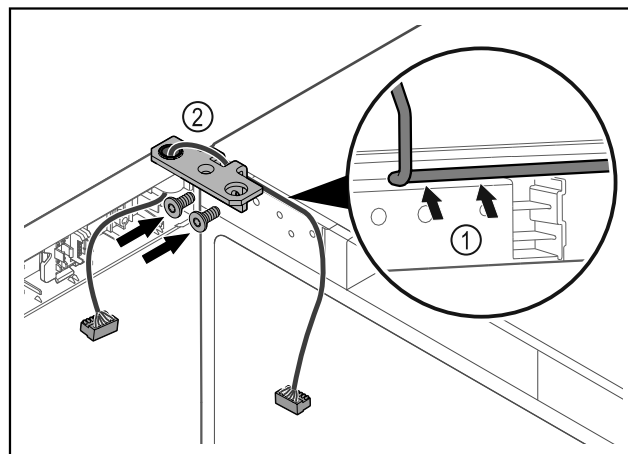

Fig. 41
- ▶ Вкарайте кабела през прореза на ъгъла на пантата и го положете внимателно Fig. 41 (1).
- ▶ Завинтете ъгла на пантата Fig. 41 (2).